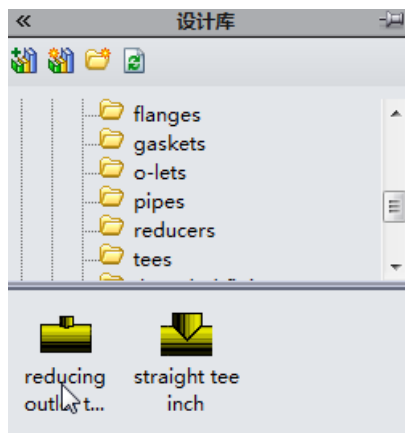

图 18-94 分割点
③ 在设计库中，在上窗格中单击“tees”<T 形>以在下窗格中显示其内容，如图 18-94 所示。